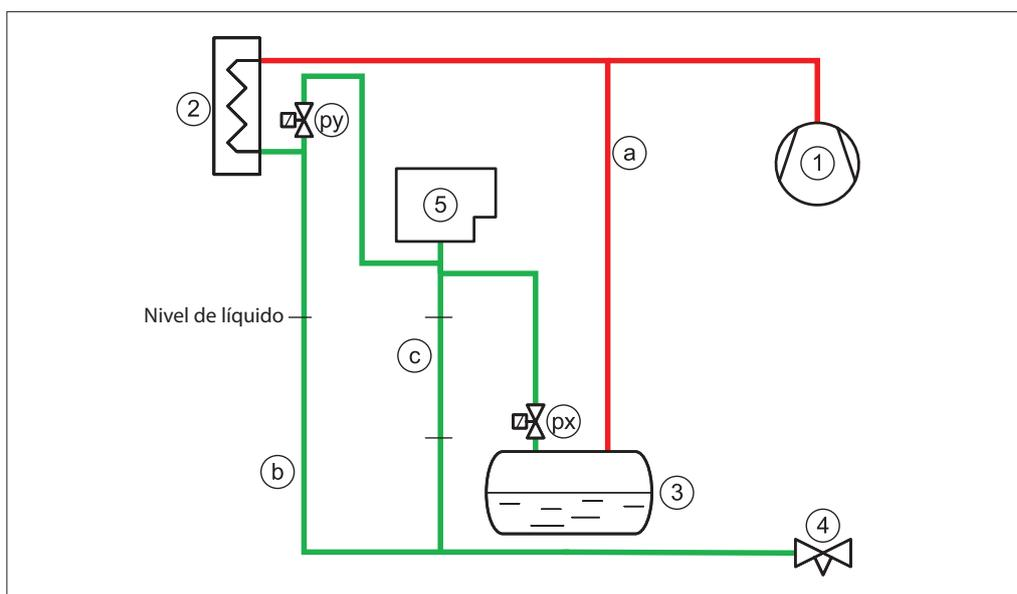
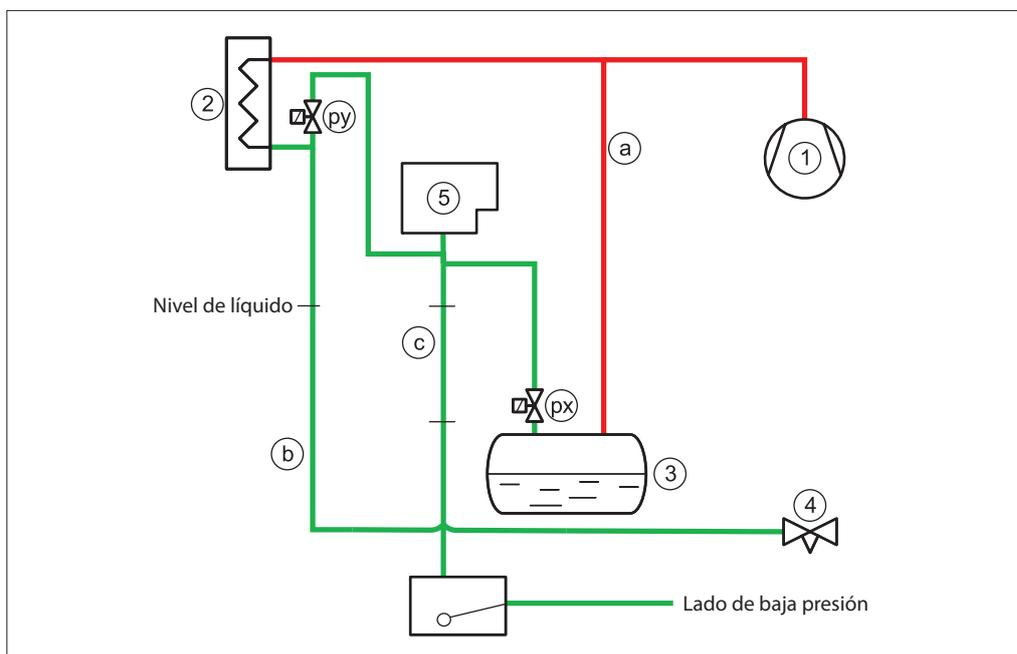

Fig. 6 Conexiones del purgador (px) y (py). El tubo de drenaje (c) debe estar colocado en vertical o con una pendiente descendente
Fig. 7 Conexiones del purgador (px) y (py). El tubo de drenaje (c) debe estar colocado en vertical o con una pendiente descendente
Las ubicaciones correctas para conectar el purgador de aire a la planta de amoníaco son: (Consulte la Fig. 6 y la Fig. 7)
de alta presión (6) en el lado de presión baja (consulte la Fig. 7).